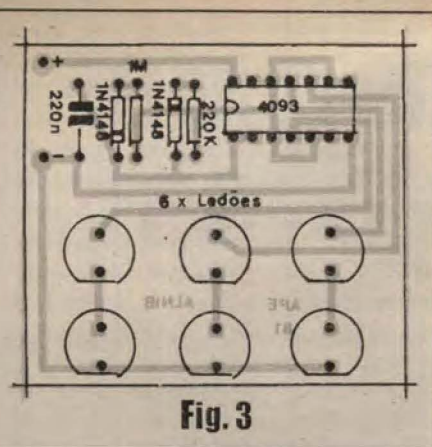

Fig. 3
- **FIG. 3 - CHAPEADO DA MONTAGEM** - No diagrama anterior a placa era vista pela sua face cobreada... Agora temos o impresso pelo seu lado não cobreado (ainda em tamanho natural, para facilitar a comparação e a conferência...), já com todos os componentes estilizados, identificados pelos seus valores, polaridades e outros detalhes importantes... Observar, principalmente, a orientação dos componentes polarizados: o integrado com sua extremidade marcada voltada para a posição ocupada pelo resistor de 220K, os dois diodos 1N4148 com suas extremidades de **catodo** indicadas pela presença de uma faixinha
FIG. 3... São apenas duas as ligações necessárias, correspondendo às entradas de alimentação, polarizadas, feitas com cabinho **vermelho** (positivo) ao ponto (+) e fio **preto** (negativo) ao ponto (-). Observar a intercalação do interruptor geral no fio **vermelho** (positivo). Se a opção for pela inserção de todo o conjunto (placa/componentes/display/pilhas/interruptor...) num só *container*, convém que a cabagem de alimentação seja mantida tão curta quanto o permitirem as dimensões gerais do arranjo. Eventualmente, dependendo de *onde*, na *bike*, será fixado o **ALNIB** e o seu interruptor, o par de cabinhos para este último deverá apresentar o necessário e conveniente comprimento (OBSERVAR AS PRÓXIMAS FIGURAS...).